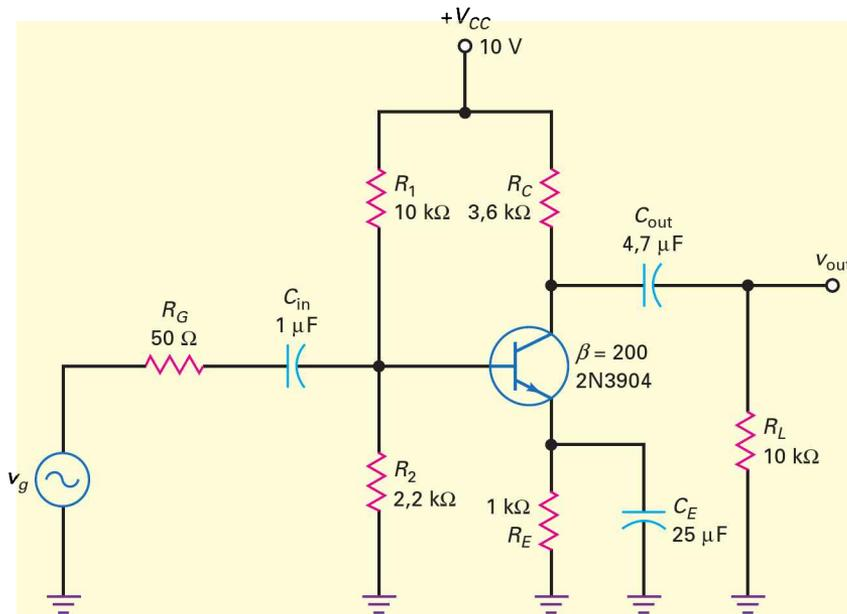

Figure 14.40
- 14.33** Sur la figure 14.40, quelle est la fréquence de coupure inférieure du circuit de liaison par la base ?
- 14.34** Sur la figure 14.40, quelle est la fréquence de coupure inférieure du circuit de liaison par le collecteur ?
- 14.35** Sur la figure 14.40, quelle est la fréquence de coupure inférieure du circuit de découplage de l'émetteur ?
- 14.36** Si, sur la figure 14.40, C'_c vaut 2 pF, $C'_e = 10$ pF et $C_{stray} = 5$ pF, déterminer la fréquence de coupure supérieure du circuit de liaison d'entrée par la base et du circuit de liaison de sortie par le collecteur.
Pour ce chapitre, les fichiers sont intitulés **MTC14-45** à **MTC14-49** et correspondent au circuit de la figure 14.40.